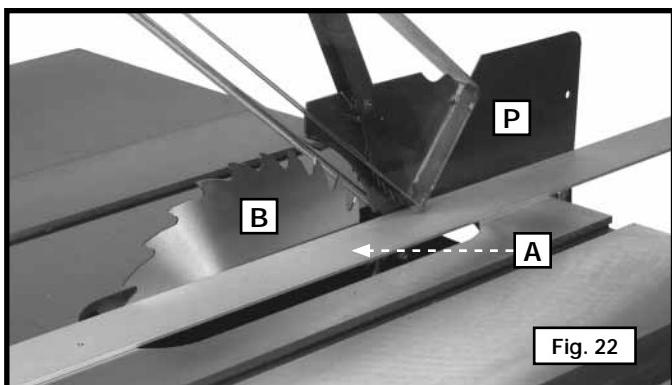
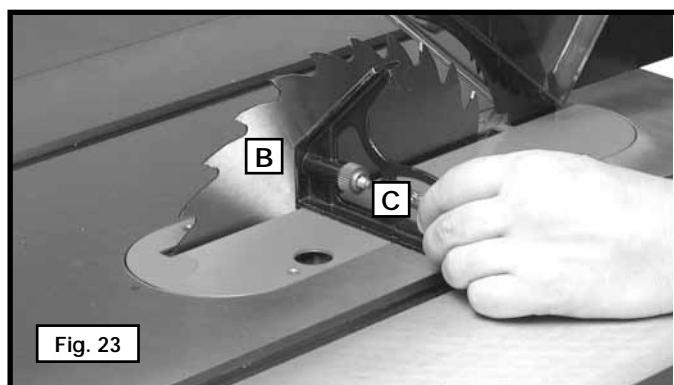
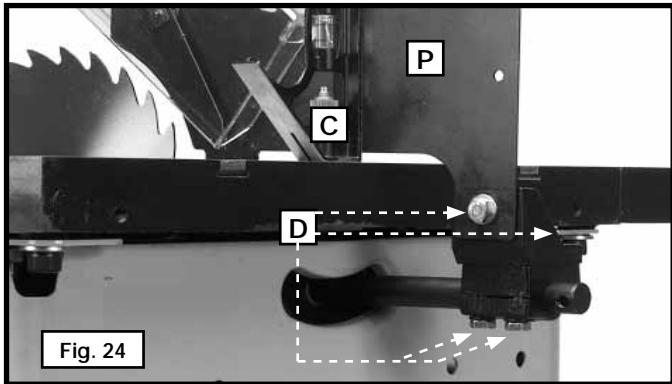

Fig. 22
Fig. 23
Fig. 24
13. Utiliser une règle droite (A) fig. 22 pour aligner le couteau séparateur (P) avec la lame de la scie (B). Utiliser une équerre (C) figs. 23 et 24, pour confirmer la perpendicularité de la lame de la scie et du couteau séparateur avec la surface de la table. Lorsque tous les alignements sont corrects, serrer la quincaillerie (D) fig. 24.